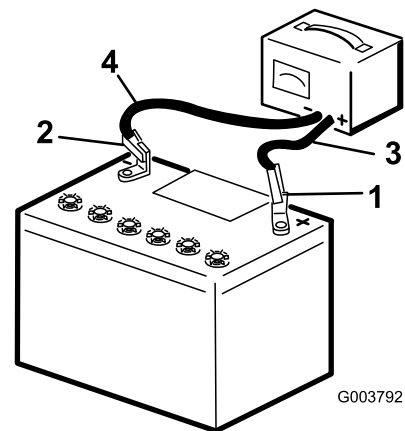

Figura 41
2. Cargue la batería a un ritmo de 3 a 4 amperios durante 4 a 8 horas (Figura 41). No sobrecargue la batería.
3. Cuando la batería esté completamente cargada, desconecte el cargador de la toma de electricidad, luego desconecte los cables del cargador de los bornes de la batería (Figura 41).
1. Usando las fijaciones que retiró anteriormente, conecte el cable positivo (rojo) al borne positivo (+) de la batería (Figura 41).
3. Usando las fijaciones que retiró anteriormente, conecte el cable negativo (negro) al borne negativo (-) de la batería (Figura 41).
4. Fije la batería usando la barra y las tuercas de orejeta (Figura 41).